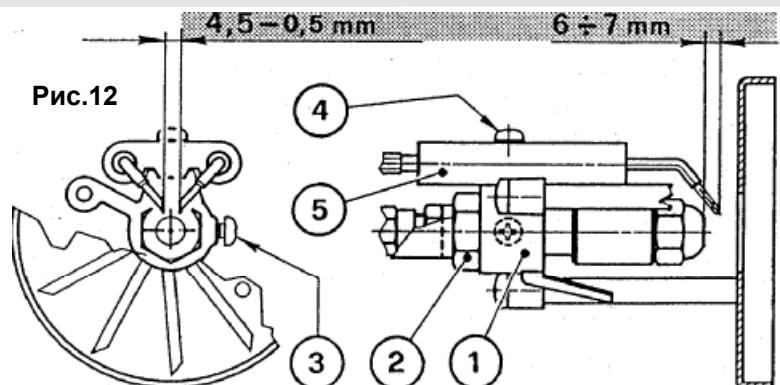

Рис.12
Вставить держатель крыльчатки (1) в блок распылителя (2) и закрепить винтом (3). Для последующей регулировки ослабить винт (4) и переставьте блок электродов (5) (см. рис. 12).
- отвернуть винт (3, см. рис. 12 на стр. 5), вынуть из блока форсунки узел крепления крыльчатки (10),